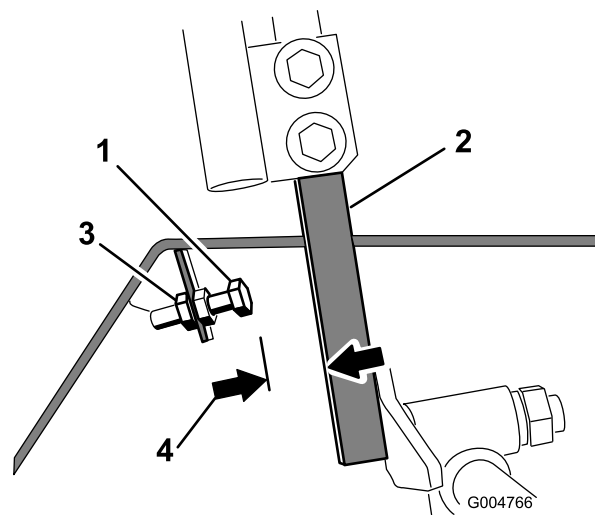

Figure 63
4. Desserrez l'écrou de blocage sur le boulon d'arrêt de l'un des leviers de commande (Figure 63).